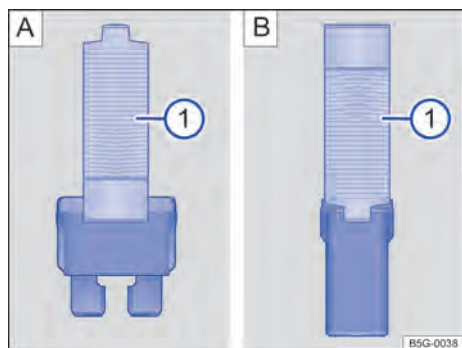

Fig. 145 Retirar o colocar el fusible con la pinza de plástico: A) fusible plano, B) fusible de bloqueo.
- Si es necesario, sacar el útil de agarre de plástico → fig. 145 ⓘ de la cubierta de la caja de fusibles.
- De acuerdo con la versión del fusible, colocar las pinzas de toma adecuadas del alicate plástico → fig. 145 A ⓘ ⓘ o → fig. 145 B ⓘ ⓘ lateralmente en el fusible.